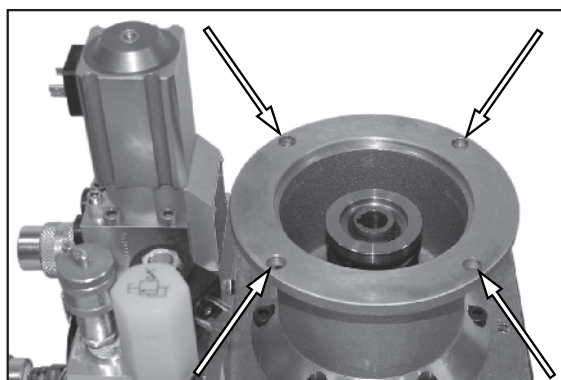

Рис. 70.
- См. рис. 70. Очень важно соблюдать ориентацию крепежных отверстий основания двигателя. Отверстия основания должны располагаться согласно изображению. Установите крепежные болты двигателя.